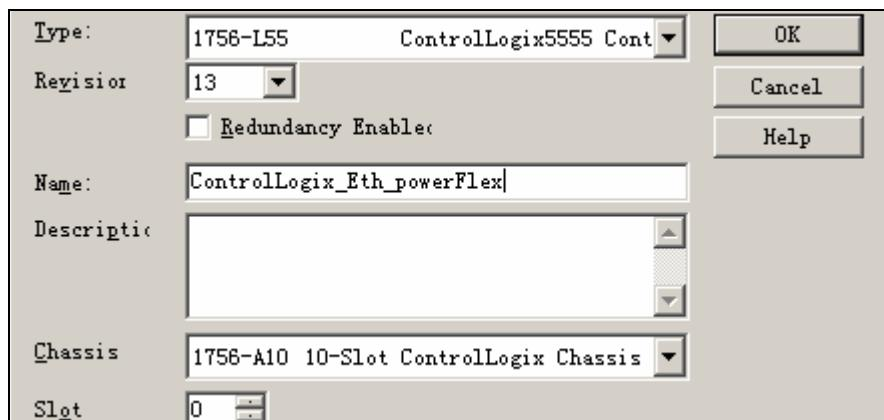

图 4-76 新建控制器项目
6. 选择 *File->New* 或单击 按钮，创建一个新的项目，并在弹出的新建控制器项目对话框中设置如图 4-76 所示的参数。